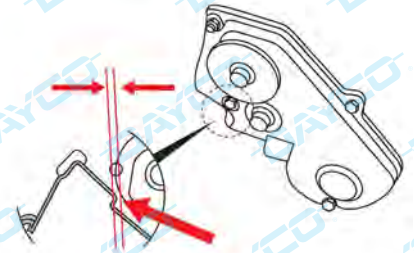

Fig. 3
- Si se ha utilizado el nuevo tensor automático de muelle en sustitución de un anterior tensor de muelle, habrá que comprobar el cárter de distribución limando el ángulo interior ( 0,5 mm ), tal y como se indica en la Fig. 3 .